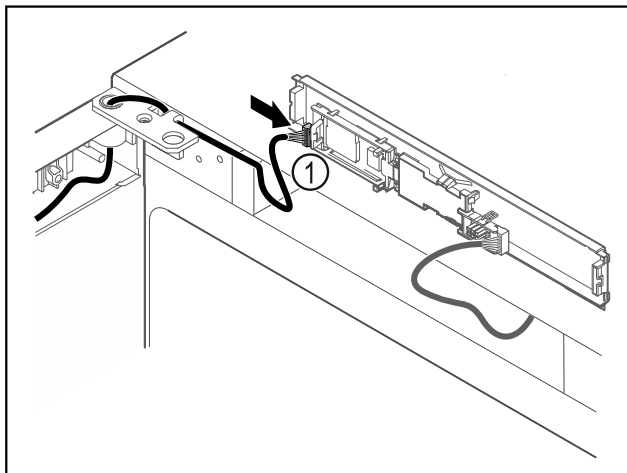

Fig. 65
- Připojte zástrčku Fig. 65 (1) na desku.